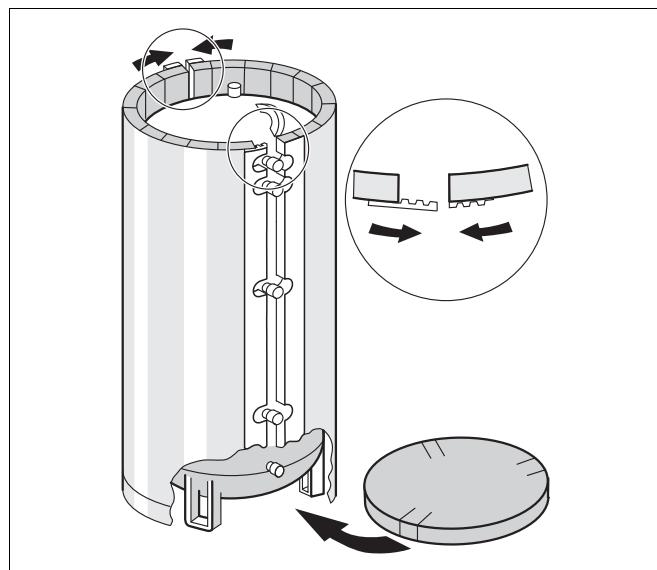

Рис. 6 Технология
- Теплоизоляционный круг с надрезами для ножек бака-накопителя положить на пол (рис. 6).
- Обернуть теплоизоляционные маты вокруг бака-водонагревателя так, чтобы штуцеры подключения попали в отверстия на матах (рис. 6).
- Подтянуть и скрепить между собой концы теплоизоляционных матов (рис. 6).